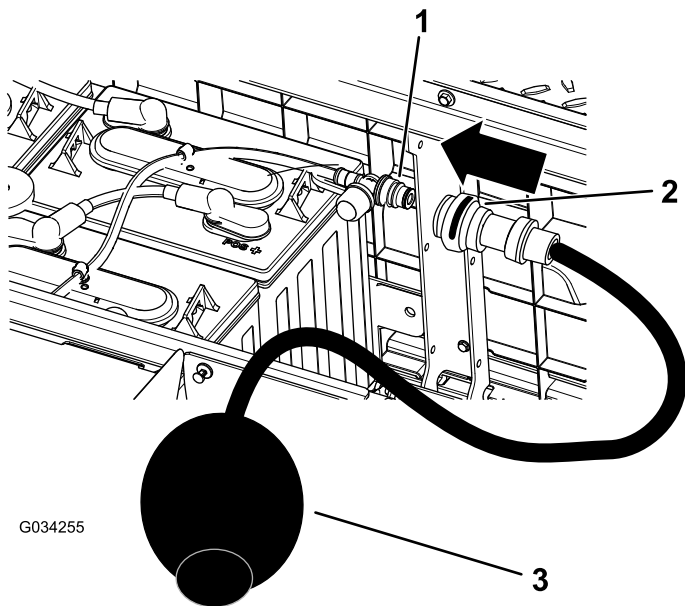

図 37
4. 水補給口に、トロの水補給用ハンドポンプをつなぐ 図 37。